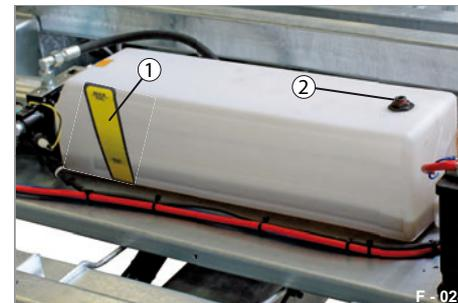

Abb. 31 Ölfüllmenge kontrollieren
- ▶ Kontrollieren Sie den Ölstand im Hydraulik-Ölbehälter (Abb. 31/1).